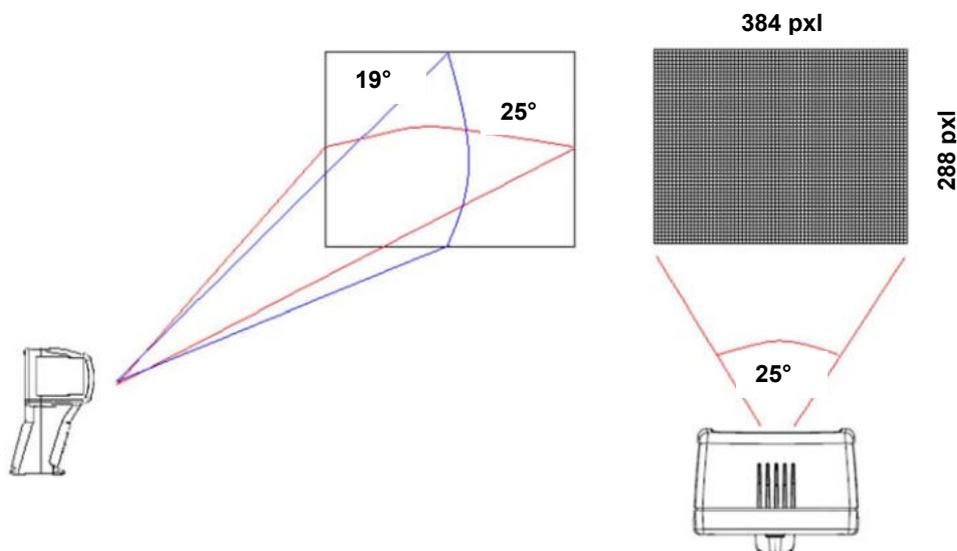

Abb. 71: Darstellung des Sichtfeldes (FOV) des Geräts
4. Für genaue Temperaturmessungen, stellen Sie sicher, dass die Oberfläche des gemessenen Gegenstands immer größer ist, als die messbare Oberfläche, die durch das Sichtfeld (FOV) des Geräts gegeben ist. Das Gerät hat ein Sichtfeld von $25^\circ \times 19^\circ$ und eine Auflösung von 384×288 (110592) pxl (siehe Abb. 71).